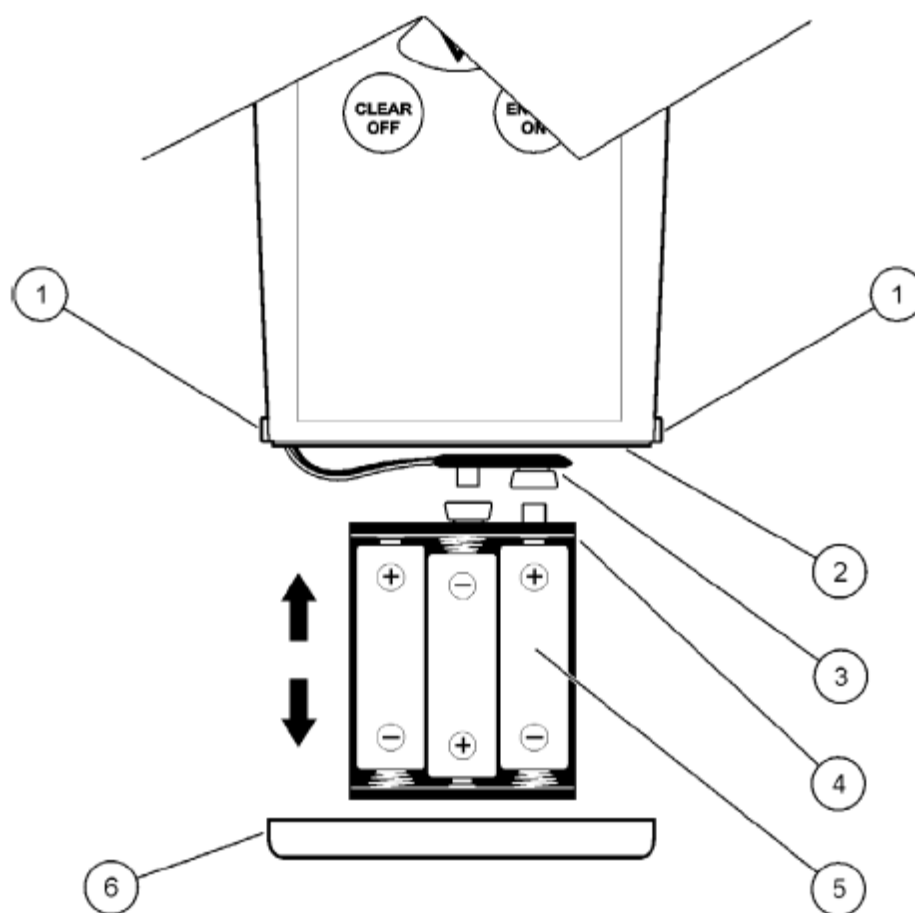

图 2：插入电池
仪器是使用 6 节可充电的电池或标准电池操作的 (NiMH 或碱性电池)。(图 2)。
- 2、将电池支架从电池室中取出来(图 2)。